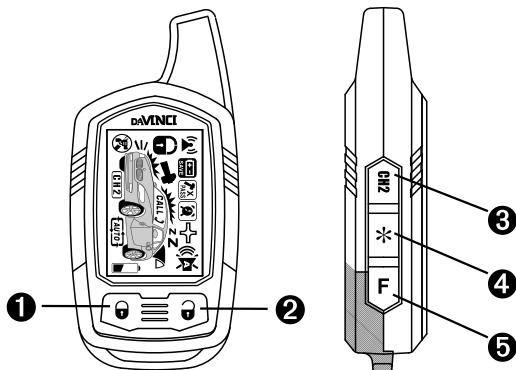

Рис. 1
- Нажмите и удержите в нажатом состоянии кнопку 1 (см. рис. 1) на брелоке-передатчике, пока не прозвучит один длинный и один короткий сигнал подтверждения. Это означает, что первый брелок-передатчик запрограммирован в систему. (Каналы передатчика программируются автоматически.)
- Нажмите и удержите в нажатом состоянии кнопку 1 (см. рис. 1) на втором брелоке-передатчике, пока не прозвучит один длинный и один короткий сигнал подтверждения. Это означает, что второй брелок-передатчик запрограммирован в систему.